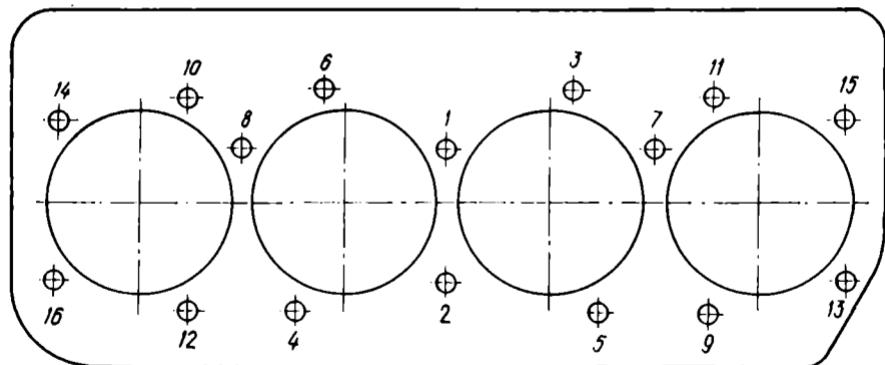

Рис. 43. Последовательность затяжки болтов крепления головки цилиндров.
- в) динамометрическим ключом проверьте затяжку всех болтов крепления головки цилиндров в последовательности, указанной на рис. 43. Момент затяжки должен быть 16–18 кгс·м (160–180 Н·м);